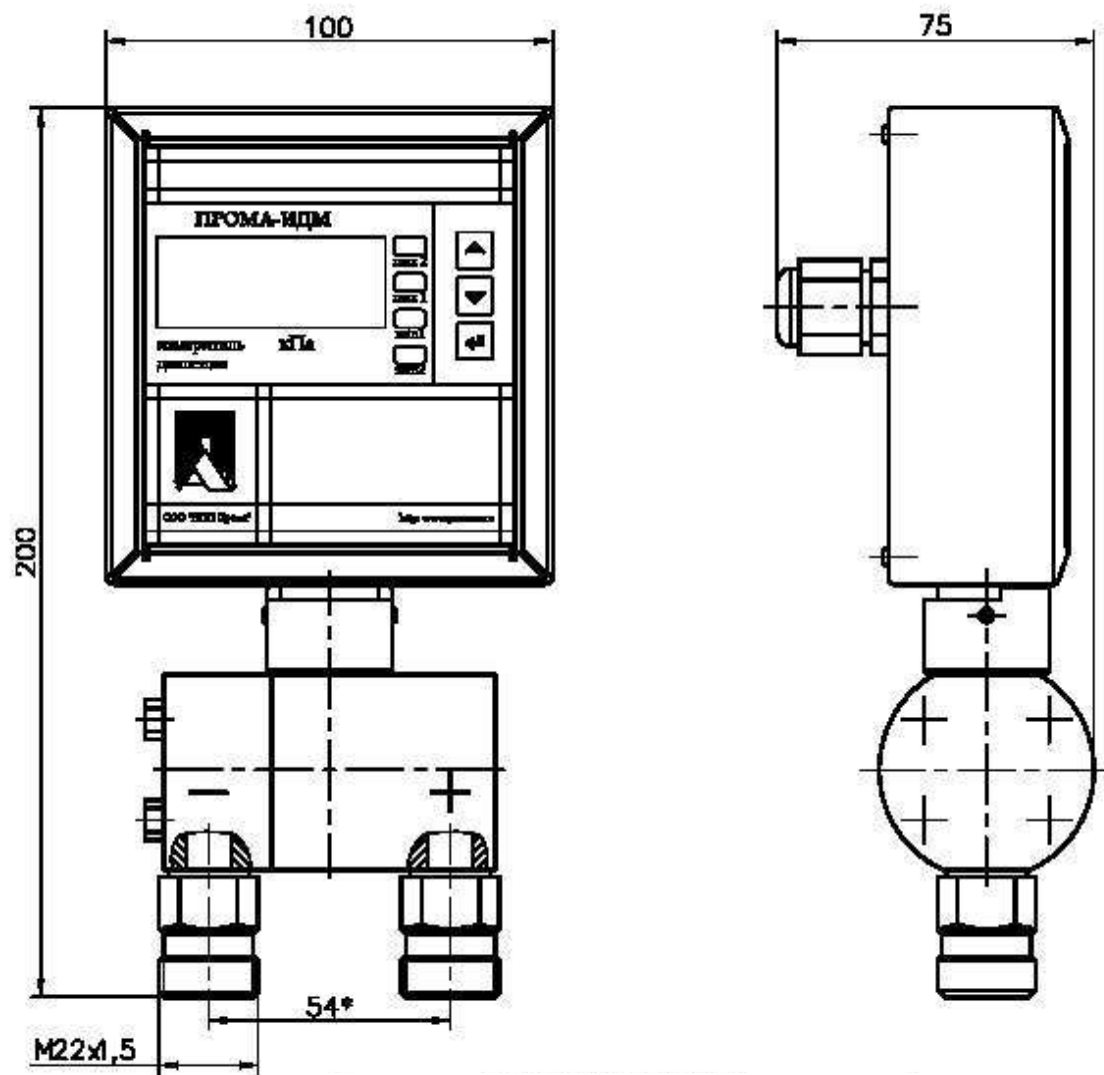

Рис. 3.3.Измеритель Пром-ИДМ-ДД-Р (газ, жидкость). Исполнение для штуцерно-резьбового монтажа. Габаритный чертеж.
- Рис. 3.3. Измеритель Прома-ИДМ(Р)-ДД (газ, жидкость). Исполнение для штуцерно-резьбового монтажа. Габаритный чертеж.